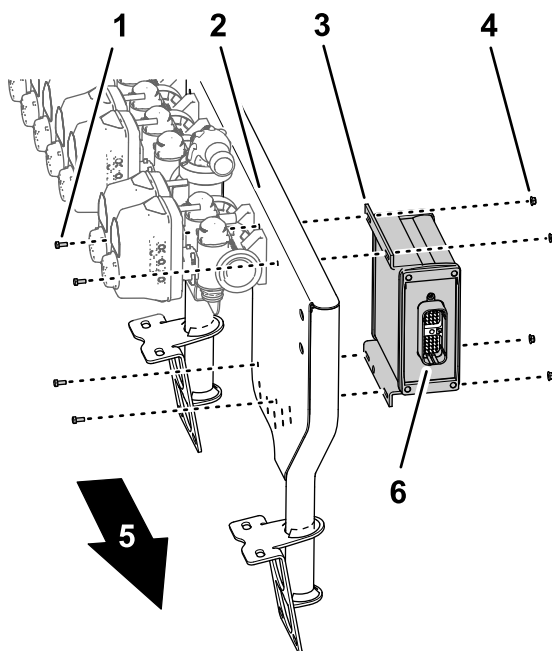

図 60
1. バルブマウントの前側に散布コントローラを取り付ける。40ピンコネクタが外側を向くように取り付けること 図 60。
2. 散布コントローラをバルブマウントに取り付ける 図 60; ボルト4 x 10 mm4本とフランジロックナット4 mm4個を使用する。